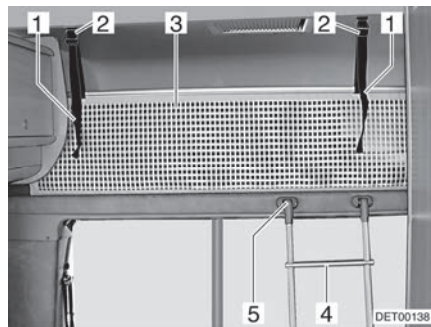

Bild 83 Alkovenbett
Zum Besteigen des Alkovenbetts die serienmäßig beigelegte Aufstiegsleiter (Bild 83,4) benutzen.
- Leiter mit den Holmen in Halterung (Bild 83,5) an der Alkovenblende einhängen.
Das Sicherungsnetz (Bild 83,3) ist serienmäßig zwischen Matratze und Lattenrost verstaut. Das Sicherungsnetz erst aufspannen, wenn sich die Personen bereits im Alkoven befinden.
- Haltebänder (Bild 83,1) in Halterungen (Bild 83,2) an der Decke einrasten lassen.